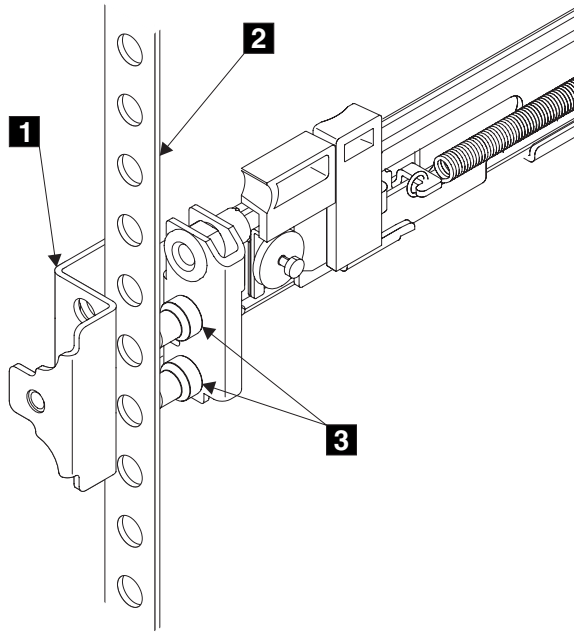

図 36. レールのフロントエンドの取り付け
6. 左レールの前面の端をラック・キャビネットにはめる。前面ブラケットの上端 **1** (70 ページの図 36) が、ラック上の必要な EIA マーキングに合うように調整します。